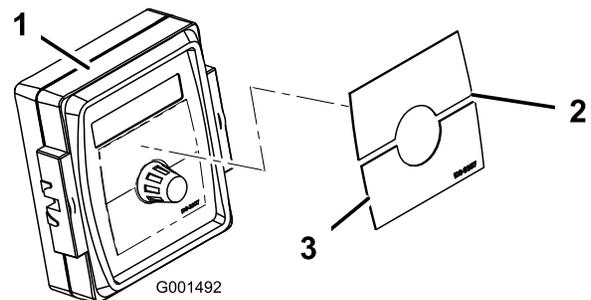

Bild 25
4. Montieren Sie das Spray Pro-Schild auf dem Steuergerät (Bild 25).